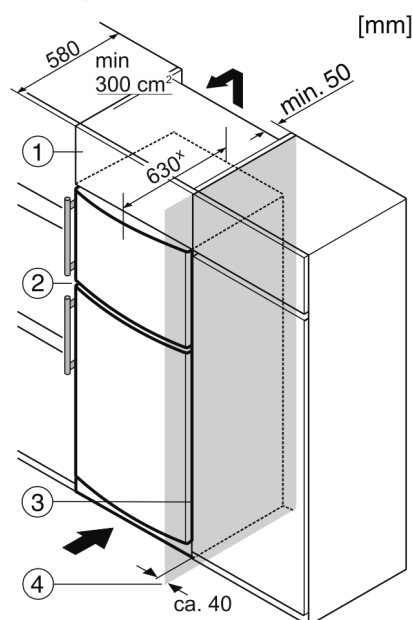

Fig. 7
- (1) Ντουλάπι κάλυψης
- (2) Συσσκευή
- (3) Ντουλάπι κουζίνας
- (4) Τοίχος
Η συσκευή μπορεί να εντοιχιστεί σε σειρά επίπλων κουζίνας. Για να προσαρμόσετε το ύψος της συσκευής Fig. 7 (2) με το ύψος των εντοιχισμένων ντουλαπιών, μπορείτε να προσθέσετε ένα αντίστοιχο ντουλάπι κάλυψης Fig. 7 (1) πάνω από τη συσκευή.
Για την τοποθέτηση σε κανονικά ντουλάπια κουζίνας (μεγ. βάθος 580 mm) η συσκευή μπορεί να τοποθετηθεί κατευθείαν δίπλα στο ντουλάπι της κουζίνας Fig. 7 (3). Η συσκευή προεξέχει από την πρόσοψη των ντουλαπιών κουζίνας κατά 34 mm* στις πλευρές και στο κέντρο της συσκευής 50 mm*.
Όταν τοποθετηθεί η συσκευή με τους μεντεσέδες δίπλα σε τοίχο Fig. 7 (4), η απόσταση ανάμεσα στη συσκευή και τον τοίχο πρέπει να είναι τουλάχιστον 40 mm. Αυτό αντιστοιχεί στην προεξοχή της χειρολαβής όταν η πόρτα είναι ανοιχτή.